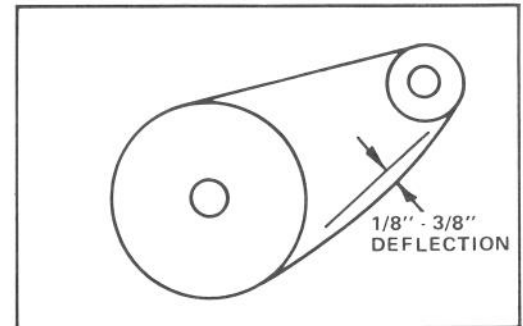

Abbildung 29
1. Die Durchbiegung der Kette durch Hochheben der Kette mit mäßigem Druck bei der Spannmitte nachprüfen. Die Durchbiegung sollte 3 bis 9,5 mm betragen (Abb. 29). Sollte dies nicht der Fall sein, dann ist eine Justierung erforderlich.